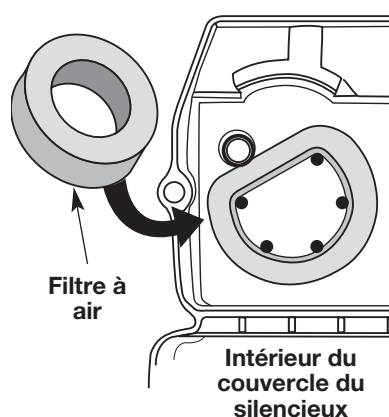

Fig. 22
2. Retournez le couvercle et inspectez l'intérieur pour repérer le filtre à air. Retirez le filtre à air de l'intérieur du couvercle du filtre à air/silencieux (Fig. 22).
6. Replacez le filtre à l'intérieur du couvercle du filtre à air/silencieux (Fig. 22).